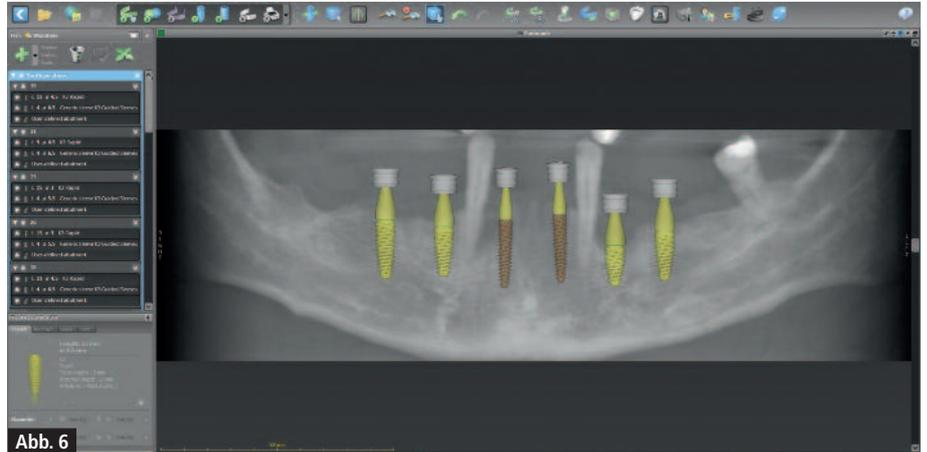

Abb. 6
- Abb. 6:** Ansicht Implantatplanung im OPG 2-D.